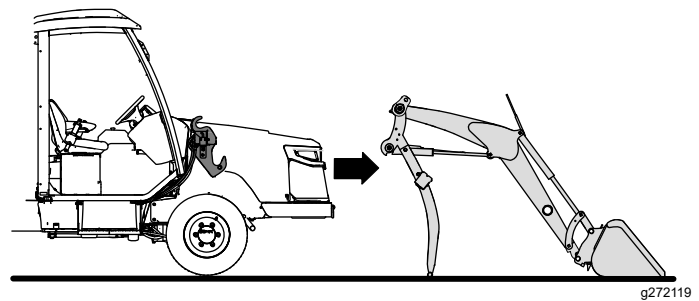

Рисунок 52
2. Запустите двигатель и медленно подведите машину к стрелам погрузчика (Рисунок 52).